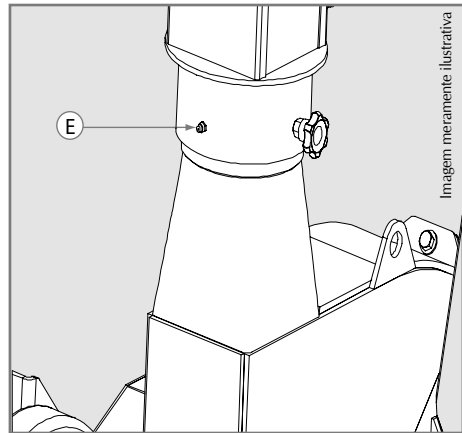

Fig. 4
- ✓ E (Fig. 4) base da bica de saída.